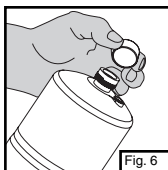

Fig. 6
- Enlevez le bouchon de la bouteille de propane; gardez-le pour le remettre en fin d'emploi. (Fig. 6)